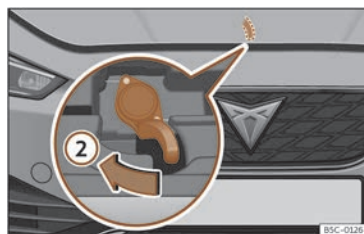

Fig. 216 Palanca sota el capó.
- Per aixecar el capó, feu pressió cap a l'esquerra amb el palmell de la mà mirant cap avall a la palanca situada sota el capó, al centre»» **fig. 216 ②**. Els ganxos de subjecció queden desbloquejats.